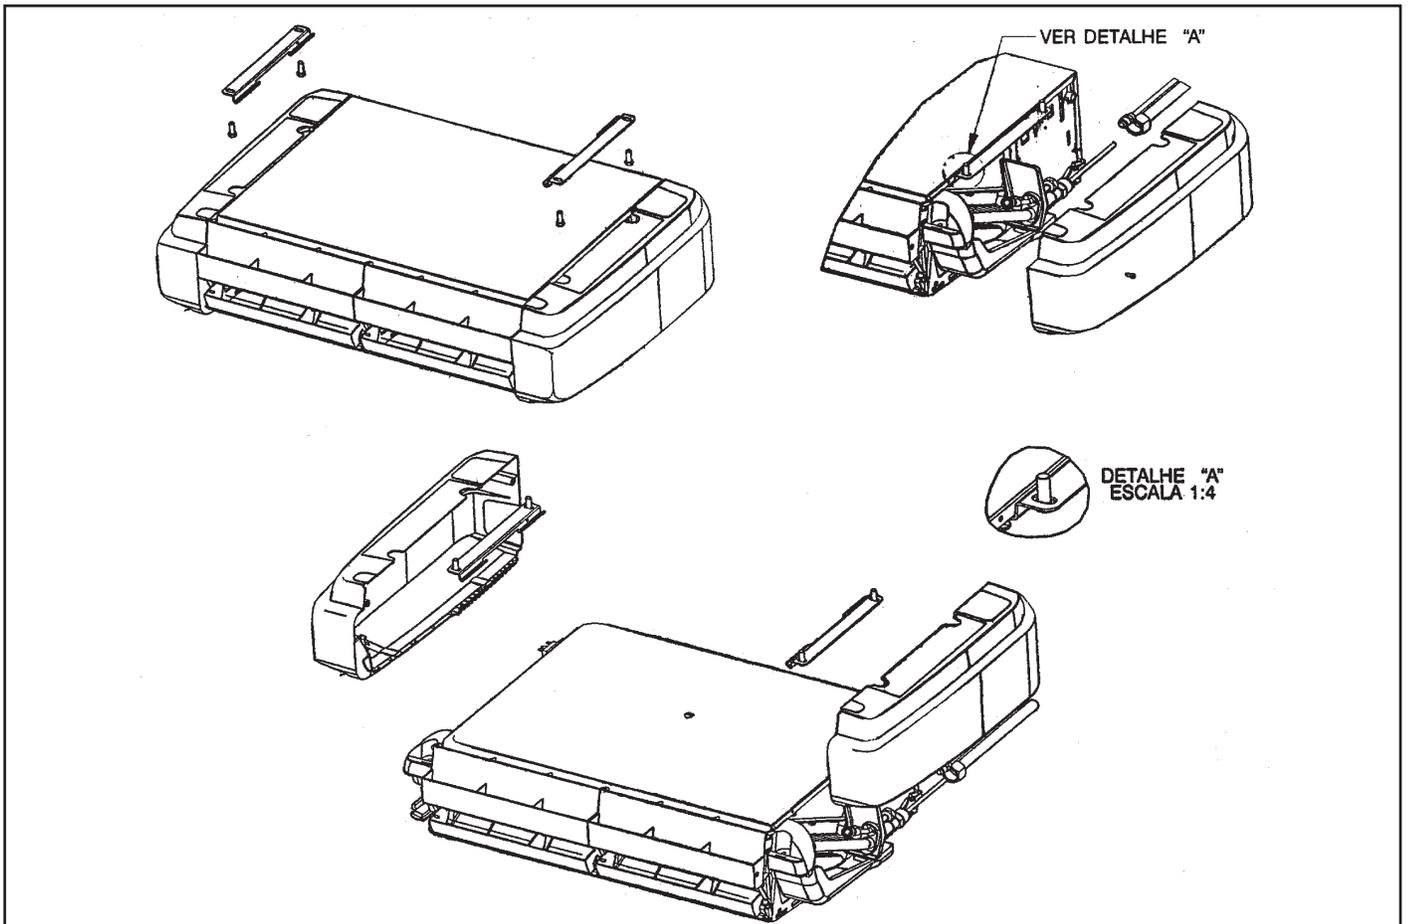

FIGURA 7 - MONTAGEM DO SUPORTE DE FIXAÇÃO
- Instale os suportes de fixação (figura 7) no teto através do uso dos parafusos de montagem, porcas e arruelas.